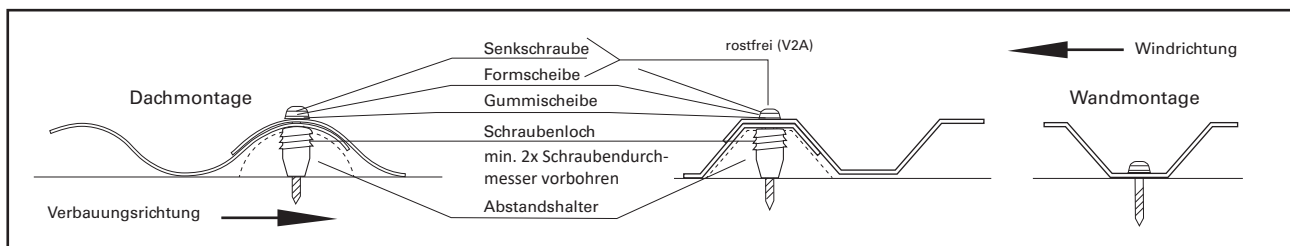

Bild 1: Fixierung und Verbauungssystem für Salux® Platten
- Die Wellplattenverlegung und die seitlichen Überlappungen erfolgen entgegengesetzt zur Hauptwetterrichtung (Bild 1).